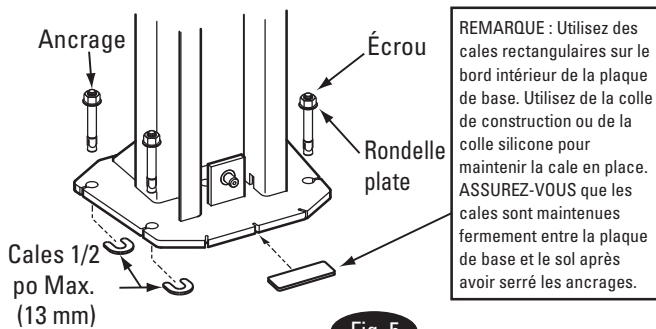

Fig. 5
**IMPORTANT** À l'aide des cales plates fournies, calez chaque base de colonne jusqu'à ce que chaque colonne soit d'aplomb. Si une colonne doit être surélevée pour s'adapter au plan de l'autre colonne, il faut utiliser des plaques de cales de base de taille normale (référez-vous au kit de cales FA5112 ou au FA5208 pour les cales de levage sismique). Vérifiez à nouveau l'aplomb des colonnes. Serrez les boulons d'ancrage avec un couple de serrage de 149 Nm (110 ft-lbs) L'épaisseur des cales NE DOIT PAS dépasser 13 mm (1/2 in) lorsqu'on utilise les ancrages de 140 mm (5-1/2 in) de long fournis avec les élévateurs standard, Fig. 5. Réglez l'aplomb des extensions de colonne.